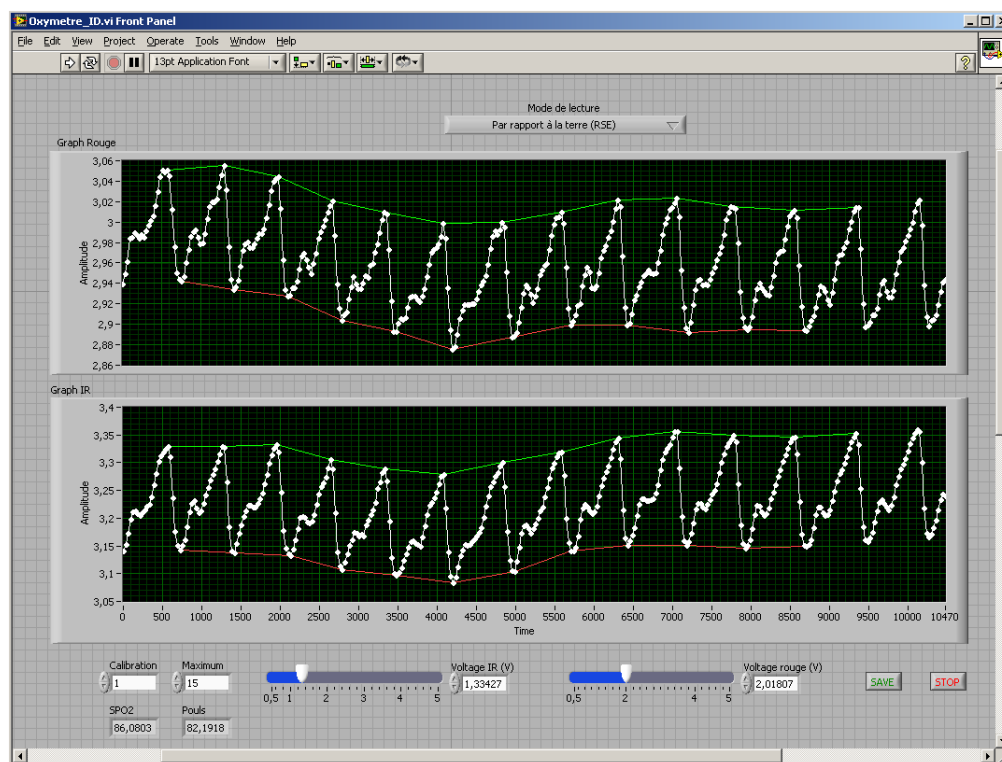

FIGURE 6 – Interface nommée “oxymètre”.
Durant le laboratoire, vous travaillerez avec le programme d'acquisition nommé "oxymètre" sur le bureau (voir figure 6). Ce programme contient 2 graphiques qui vous permettront d'enregistrer le signal détecté durant l'illumination créée par les deux DELs. En haut du graphique rouge, vous trouverez un onglet vous permettant de choisir le mode d'acquisition (nous y reviendrons plus loin). En bas à gauche, vous avez deux variables dont vous avez le contrôle. Vous aurez à déterminer vous-mêmes la valeur de la calibration durant le laboratoire. La valeur de la constante nommée "maximum" correspond au nombre de points utilisés lorsque le programme détermine les extremums locaux. Vous aurez à changer la valeur de cette constante seulement si le programme n'arrive pas à trouver les bons extrémums. Normalement, vous n'aurez donc pas à modifier cette valeur. Les valeurs du SpO_2 et du pouls sont affichées en dessous de ces constantes. Vous pourrez ajuster le voltage appliqué aux DELs grâce aux deux onglets bleus en bas des graphiques. Lorsque vous appuyez sur le bouton "save" vous devrez choisir un nom de base, deux fichiers contenant les données affichées sur les graphiques seront alors enregistrés :
6. Mettez l'un de vos doigts dans la sonde. Arrivez-vous à avoir un signal similaire à celui montré à la figure 6 ?
6. Mettez votre doigt dans la sonde et ajustez la tension appliquée aux deux DELs pour obtenir un signal similaire à celui montré à la figure 6. Une bonne stratégie pour y arriver est de d'abord mettre le voltage au maximum pour une des DELs, puis de diminuer son voltage jusqu'à obtenir un signal qui est contenu entre 7 et 9V. Faites de même avec la seconde DEL. Le mode d'acquisition RSE doit être sélectionné. Il est important de mettre la sonde avec son doigt à plat sur la table pour ne pas bouger lors de l'acquisition.